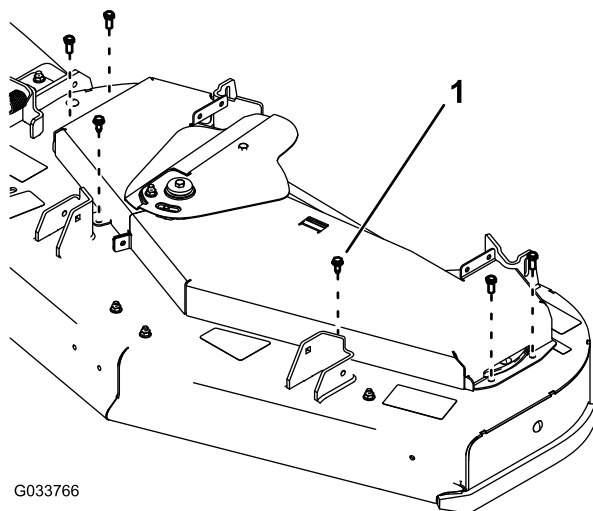

Figura 65
5. Afloje los 6 pernos que sujetan las cubiertas de la correa a la carcasa de corte, y retire las cubiertas de la correa de debajo de la cubierta del tensor (Figura 65).
8. Instale las cubiertas de las correas usando 6 pernos (Figura 65).